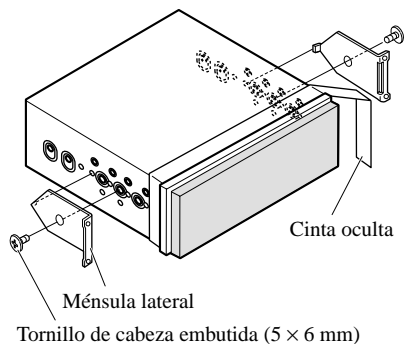

Fig. 11
1. Decida la posición de las ménsulas laterales. (Fig. 11)